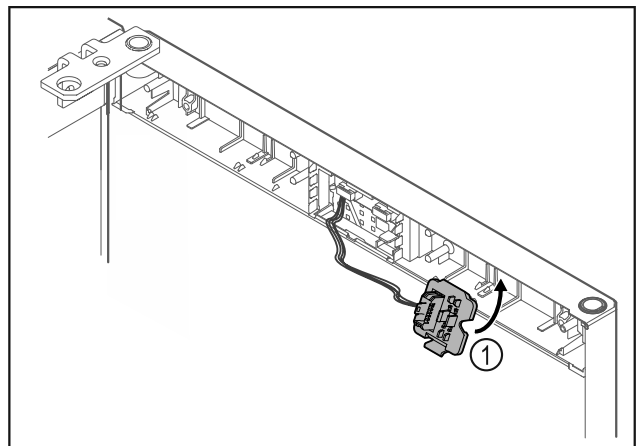

Fig. 15
- Accrocher le support de connecteur Fig. 15 (1) de l'autre côté.